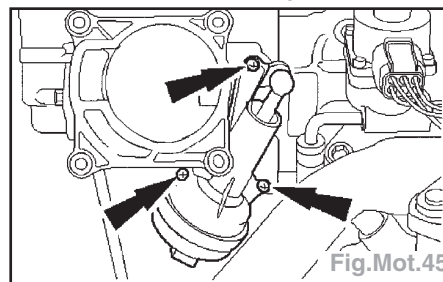

Fig.Mot.45
- Déposer le volet d'admission d'air à géométrie variable (IMT) (Fig.Mot.45).